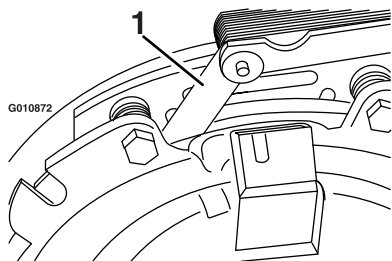
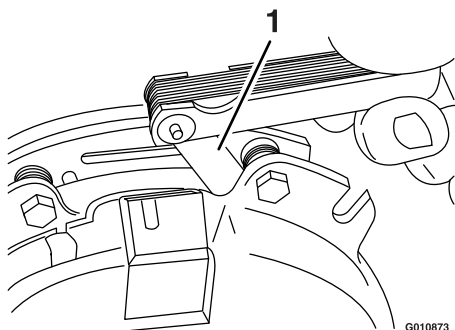

Figura 73
Figura 74
- E. Usando una galga de 0.25 mm ($0.01''$), compruebe la presencia de un espacio entre el rotor y la cara de la armadura en ambos lados del polo del freno, según se indica en Figura 73 y Figura 74.